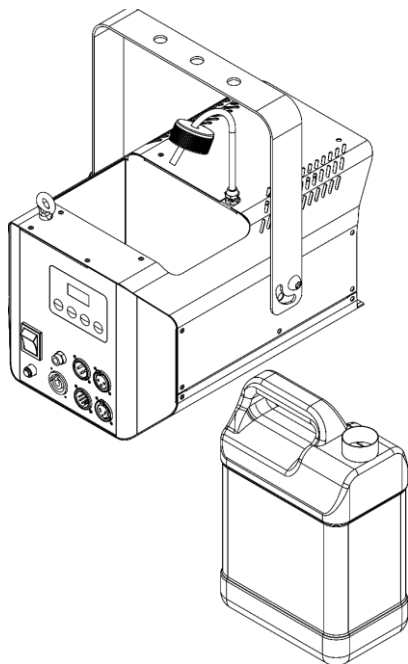

Fig. 16
- 04) Posizionare il serbatoio del liquido su un piano di servizio vicino al dispositivo, come mostrato nella Fig. 16.